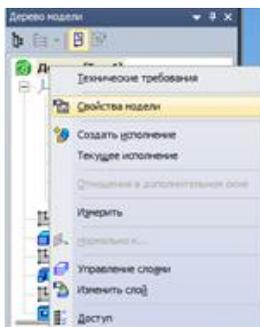

Рис. 9.
8. Задать параметры детали. В **Дереве модели** нажать правой кнопкой мыши по **Детали**, выбрать из контекстного меню **свойства модели** и задать параметры детали (рис. 9).